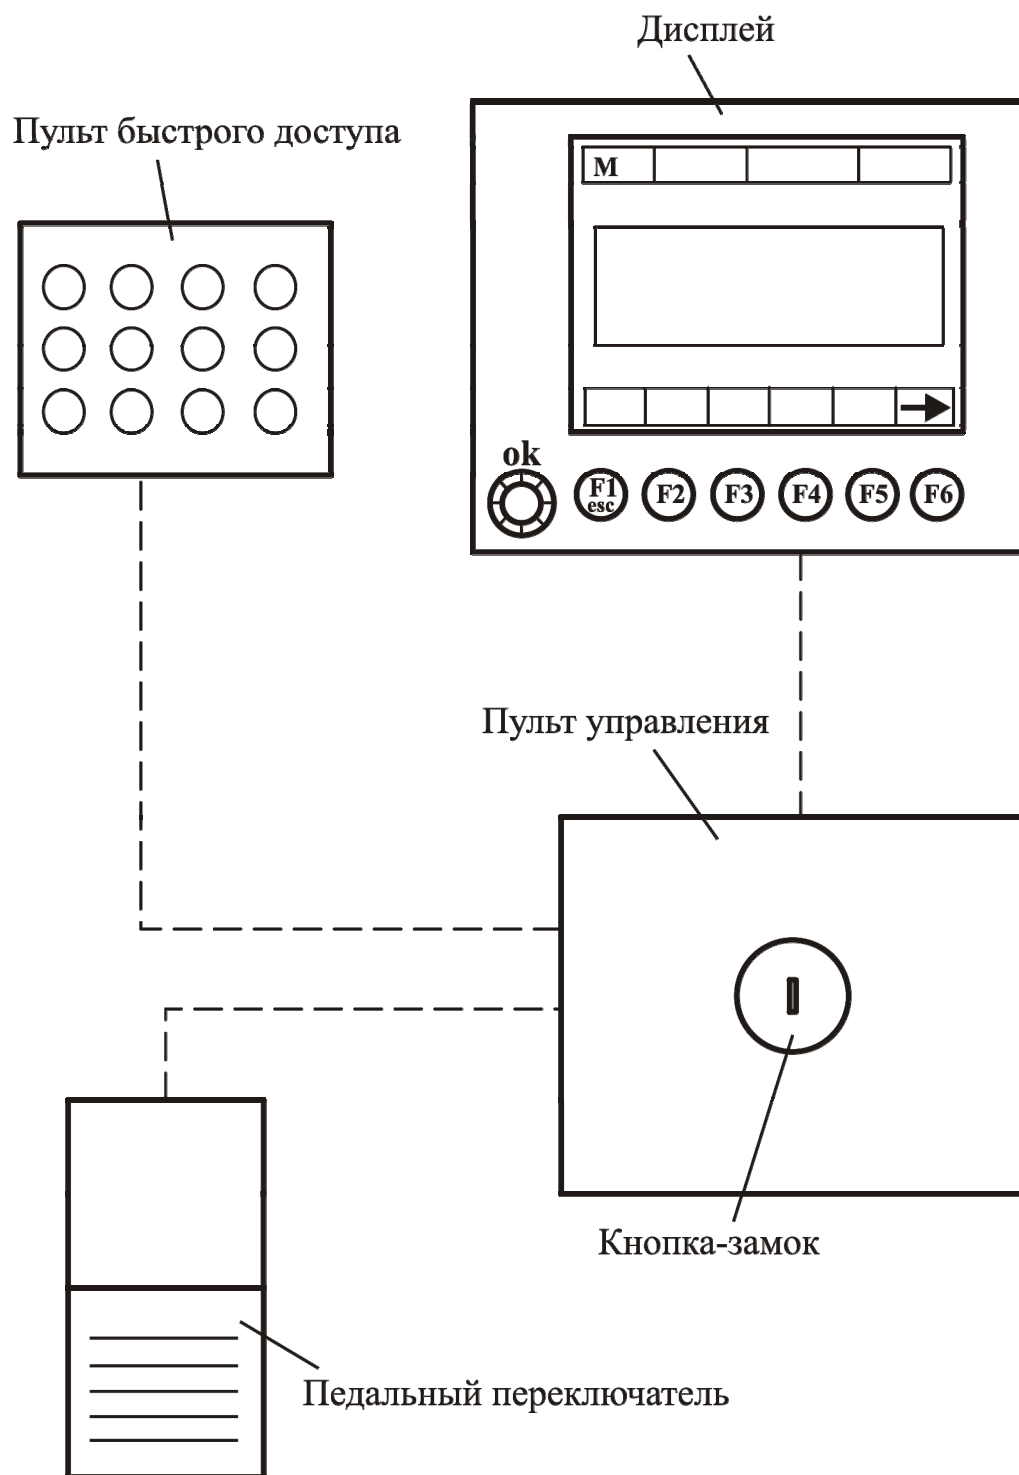

Рисунок 1.18 – Органы управления рубильным агрегатом
Для работы и управления рубильным агрегатом на реверсивном посту управления трактора имеется дисплей, пульт быстрого доступа и пульт управления, которые расположены в правом углу трактора, а также педальный переключатель (рисунок 1.18).
- включить питание рубильного агрегата, для чего необходимо вставить ключ в кнопку-замок (рисунок 1.18), и повернуть его против часовой стрелки, при этом кнопка разблокируется и отожмется. На экране дисплея появится стартовое меню «М1»;